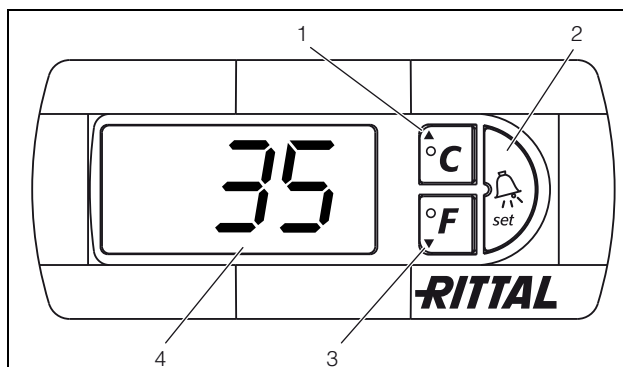

Fig. 21: Visualizzazione stato di funzionamento/guasti del sistema tramite controllo e-Comfort
Il controllo e-Comfort dispone di un display a 7 segmenti (fig. 21, nr. 4). Dopo l'inserzione dell'alimentazione, sul display appare per ca. 2 secondi la versione del software utilizzato. In modalità di funzionamento normale il display visualizza sia la temperatura (in gradi Celsius o gradi Fahrenheit, commutabili) sia le segnalazioni di guasto.
Per la programmazione dell'apparecchio si utilizzano i tasti 1 – 3 (fig. 21). I relativi parametri vengono visualizzati in modo analogo sul display.
- Premere contemporaneamente i tasti 1 e 2 (fig. 21) per min. 5 secondi.
Con i tasti 1, 2 e 3 (fig. 21) è possibile modificare i parametri entro i campi predefiniti (valore min., valore max.).
La funzione Eco-Mode dello scambiatore di calore aria-acqua consente di ottenere un risparmio energetico quando il carico di calore dell'armadio è ridotto o nullo in determinate condizioni (ad es. standby, nessuna produzione o fine-settimana). Quando la temperatura interna dell'armadio è inferiore di 10 K rispetto alla temperatura di set, il ventilatore dello scambiatore viene disattivato. Per controllare comunque in modo continuo e in tempo reale la temperatura interna dell'armadio anche in tale fase, il ventilatore funziona ciclicamente ogni 10 minuti per 30 secondi (vedi fig. 21). Se la temperatura interna supera nuovamente il valore impostato -5 K, il ventilatore ritorna in modalità di funzionamento continuo. Per esigenze specifiche, la funzione Eco-Mode è disattivabile tramite il display di comando. A tal fine, nel livello di programmazione, cambiare l'impostazione del parametro da 1 a 0 (vedi tabella 6, pagina 14). Il ventilatore funziona quindi in modalità continua.